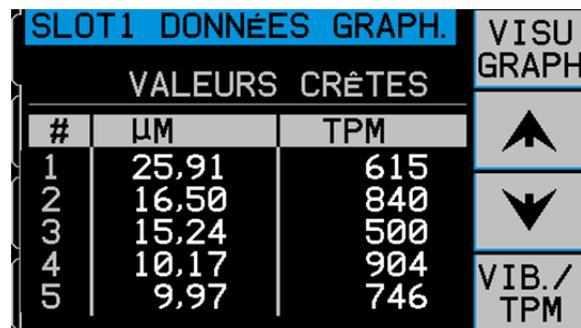

Figure 14
- 1) **VIEW DATA (APERÇU DES DONNÉES)**. Appuyez sur ce bouton pour modifier l'affichage en passant à la liste des valeurs de crête des vibrations (Figure 14). Il s'agit des 20 valeurs (ou moins) les plus élevées enregistrées dans la plage sélectionnée. Le bouton VIB./RPM (VIB./VIT. ROT.) de cet écran, trie l'ordre de ces valeurs en permettant de les classer par niveau de vibration ou de vitesse de rotation. Les boutons fléchés sont utilisés pour faire défiler les valeurs, vers le haut ou vers le bas. Le bouton VIEW PLOT (APERÇU DU TRAÇAGE) renvoie à l'écran du dernier graphique enregistré.